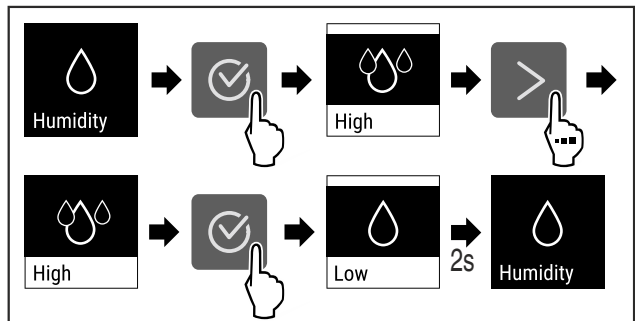

Fig. 75
- ▶ Genomför stegen (se Fig. 75).